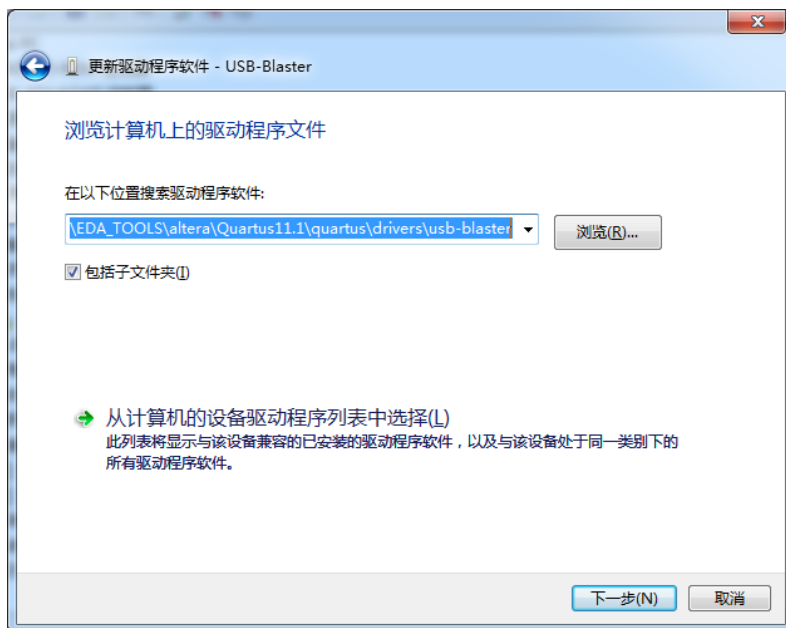

图 16
- ✧ 打开您安装 quartus 的路径, 找到 Quartus11.1\quartus\drivers\usb-blaster 这个路径 (选择这里就可以, 不需要再选择 x64 和 x32, 系统会自动选择)如图 16。